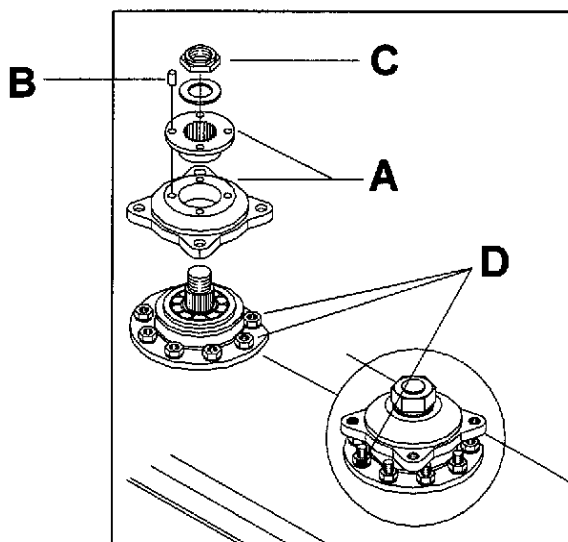

fig.40
quattro perni di sicurezza **B** (fig.40). In caso di urto, per ripristinare la funzionalità della macchina procedere come segue:
- smontare il disco portacoltelli e allentare il dado **C**, codice 580.32873 (fig.40);
A questo punto è possibile rimontare tutti i particolari sulla macchina, assicurandosi che il disco portacoltelli risulti in fase con gli altri. Bloccare il dado **C** (M24) con coppia di serraggio di 30 kgm (fig.40).
cle which would break the four safety pins **B** (fig.40). In the case of banging or collision, to reset machine function, proceed as follows :
- disassemble the blade support disk and loosen nut **C**, code n° 580.32873 (fig.40);
At this point all parts can be re-assembled on the machine, making sure that the blade support disk is correctly lined up with the others. Block nut **C** (M24) with a 30 kgm torque (fig.40).
en découpant les quatre pivots de sécurité **B** (fig.40).Après le choc, pour rétablir la fonctionnalité de la machine il faut de cette façon:
- démonter le disque porte-couteaux et desserrer l'écrou **C**, code 580.32873 (fig.40);
- substituer les pivots de sécurité **B** code 571.32934. A ce point on peut replacer tous les détails sur la machine, tout en s'assurant que le disque porte-couteaux résulte en phrase avec les autres. Bloquer l'écrou **C** (M24) avec un couple de serrage de 30 kgm (fig.40).
cortando los cuatro pernos de seguridad **B** (fig.40). En caso de choque, para reanudar el funcionamiento de la máquina hay que realizar lo siguiente:
- desmontar el disco porta-cuchillos y aflojar la tuerca **C**, código 580.32873 (fig.40);
- sustituir los pernos de seguridad **B** código 571.32934. Ahora se pueden volver a montar todas las piezas en la máquina asegurándose de que el disco porta-cuchillos esté en fase con los otros. Sujetar la tuerca **C** (M24) con par de torsión de 30 Kgm (fig.40).
nisse aus, indem die vier Sicherheitsbolzen **B** (Abb.40) abgekapt werden. Bei einem Stoß ist zur Wiederherstellung der Maschinenfunktion wie folgt vorzugehen:
- die Messerscheibe ausbauen und die Mutter **C** Bestellnummer 580.32873 (Abb.40) lockern;
Die Mutter **C** (M24) mit einem Anzugsmoment von 30 kgm (Abb.40) anziehen.
**ATTENZIONE:** serrare i dadi D (fig.40) alla coppia di 2,7 kgm.
**ATTENTION:** Tighten the nuts D (fig.40) to a torque setting of 2.7 kgm.
**ATTENTION:** serrer les écrous D (fig.40) au couple de 2.7 kgm.
**ATENCIÓN:** apretar las tuercas D (fig.40) al par de 2.7 kgm.
**ACHTUNG:** Die Muttern D (Abb.40) bei einem Drehmoment von 2.7 kgm anziehen.